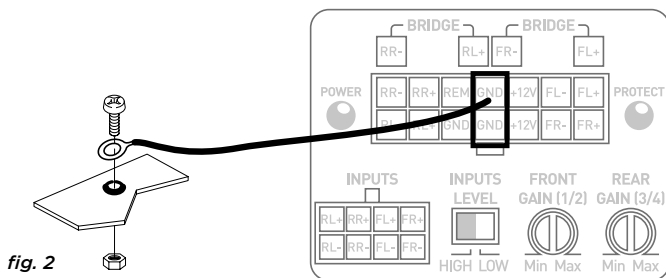

fig. 2
10. Préparez la masse du châssis en grattant toute trace de peinture sur la surface métallique afin d'assurer une bonne mise à la masse. Les connexions de masse doivent être aussi courtes que possible et TOUJOURS connectées à du métal soudé à la carrosserie ou au châssis du véhicule (*fig. 2*). Le point de masse généralement retenu est celui assurant la liaison entre la borne négative de la batterie et le châssis du véhicule.
3.3.2 – Munissez-vous du câble d'alimentation négatif (-). Ce câble doit être le plus court possible et ne doit idéalement pas dépasser 1 mètre afin d'assurer une parfaite liaison entre l'amplificateur et le châssis du véhicule. Le câble et sa section doivent être conformes au tableau mentionné en 3.1. Trouver un point de masse adéquat, puis poncez-le pour enlever toute trace de peinture ou autre verni et ainsi optimiser la qualité du contact. Percez la tôle préalablement poncée au diamètre correspondant à la vis choisie en s'assurant qu'aucun passage de câbles réservoir ou autre organe sensible du véhicule ne soit à proximité. Soudez et isolez (grâce à de la gaine thermo-rétractable) le câble de masse sur le départ de câble fourni vers votre amplificateur IMPULSE 4.320 (**fig. 2**).